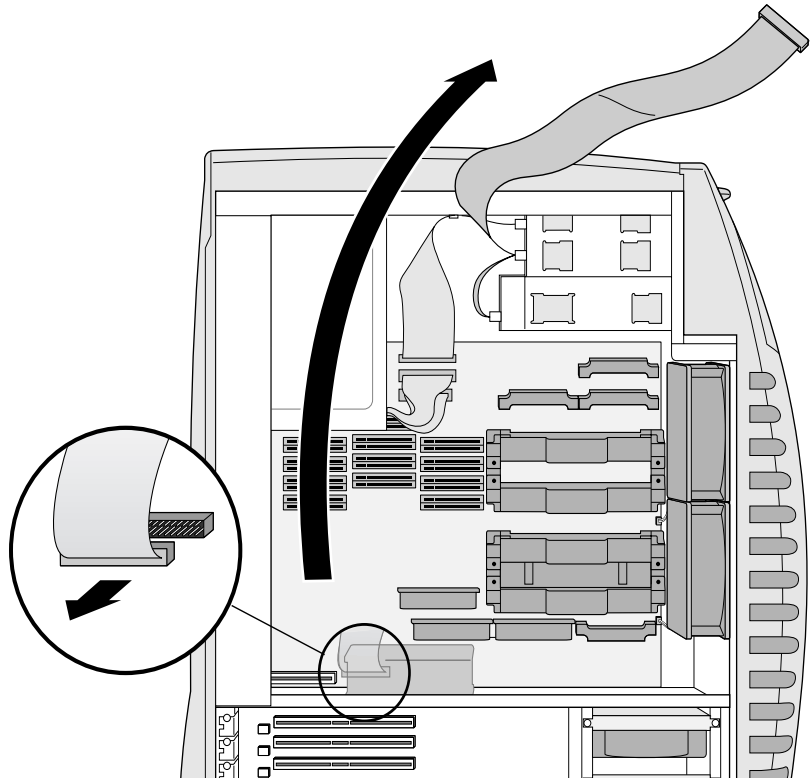

Figura 3-2 Removendo o cabo IDE
6. Remova o cabo IDE de seu conector na placa do sistema, tendo cuidado para não desconectar o cabo do ventilador horizontal, e enrole-o sobre a parte superior da estação de trabalho. Veja a Figura 3-2.